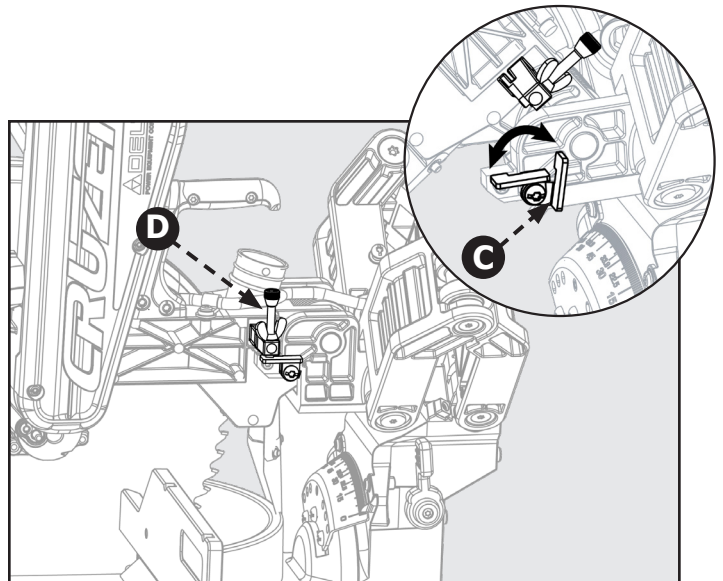

Figura 33
**Consulte la Figura 33 y siga estas instrucciones para establecer el tope de profundidad en la profundidad de corte específica:** gire el soporte del tope (C) hacia la izquierda hasta la posición hacia abajo. Ahora puede ajustar la profundidad del corte girando el tornillo de ajuste de profundidad (D).
**Consulte la Figura 33 y siga estas instrucciones para realizar un corte pasante:** gire el soporte del tope (C) hacia la derecha hasta la posición hacia arriba.